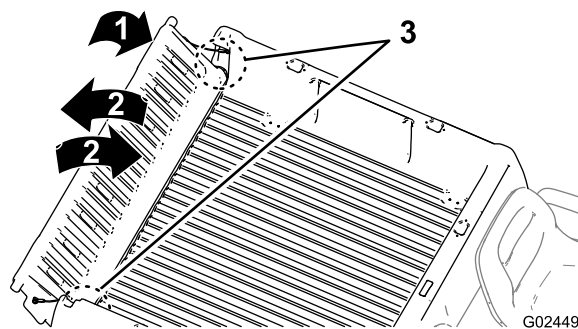

Figure 19
2. Faites pivoter le panneau arrière à environ 45° (Figure 19).
3. Faites pivoter le panneau arrière d'avant en arrière en l'agitant légèrement quelques secondes (Figure 19).